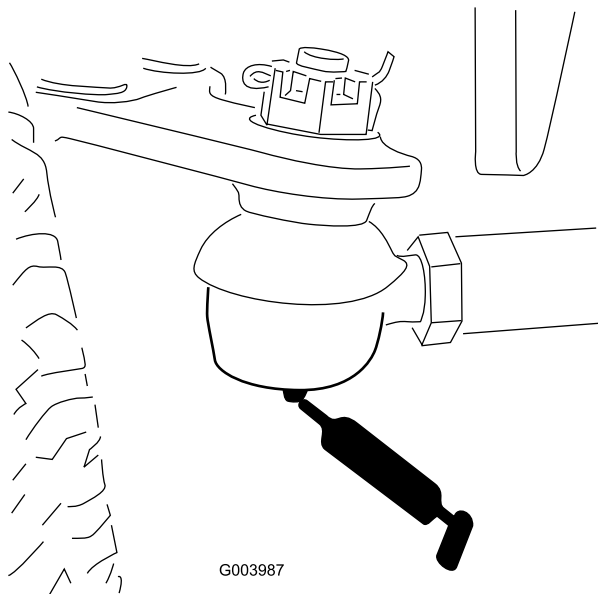

Figure 33
- Bielle d'essieu arrière (2) (Figure 33).